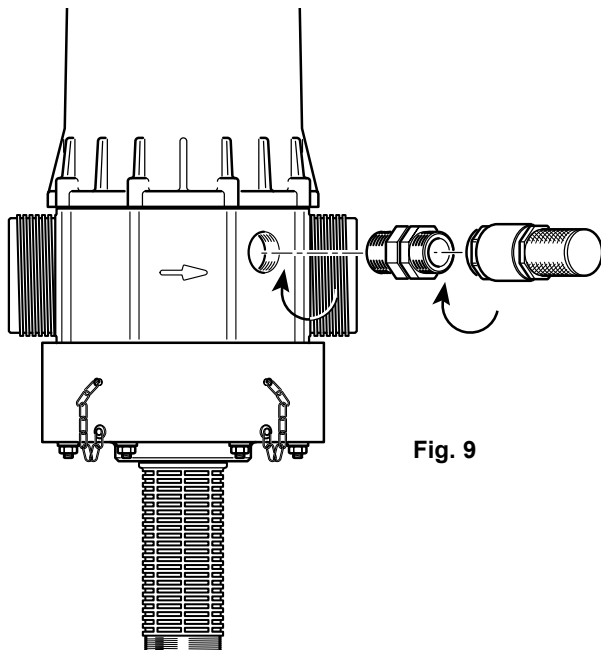

Fig. 9
- Het herstelt automatisch de atmosferische druk in de installatie in geval van accidentele depressie* (**Fig. 9**). Zijn gebruik is onderhevig aan de sanitaire reglementering die in het land van kracht is.